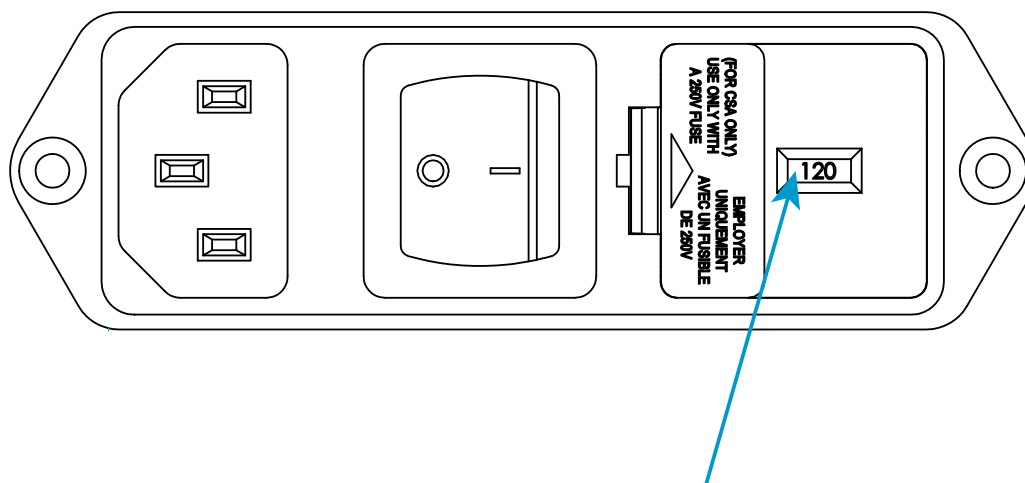

Figure 4. Connecteur d'alimentation électrique avec réglage de tension
2. Inspectez le connecteur d'alimentation et consultez Figure 4 à la page 36. La tension indiquée dans la Figure 4 est de 120 V.
7. Remontez le porte-fusible dans le connecteur. Vérifiez que la goupille indique le réglage de tension souhaité. Voir Figure 4 à la page 36 pour référence.